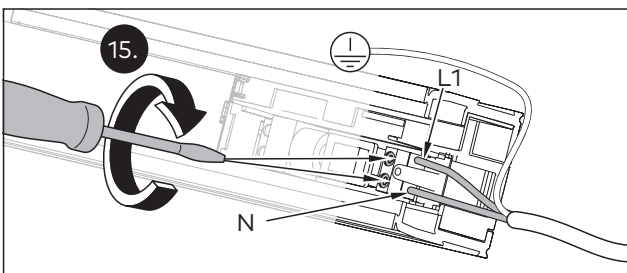

Abb. 21 Die Leitungen L1 und N anschließen
15. Die Leitungen L1 und N des Y-Kabels an die Netzanschlussklemmen beider Antriebe anschließen (Abb. 21).